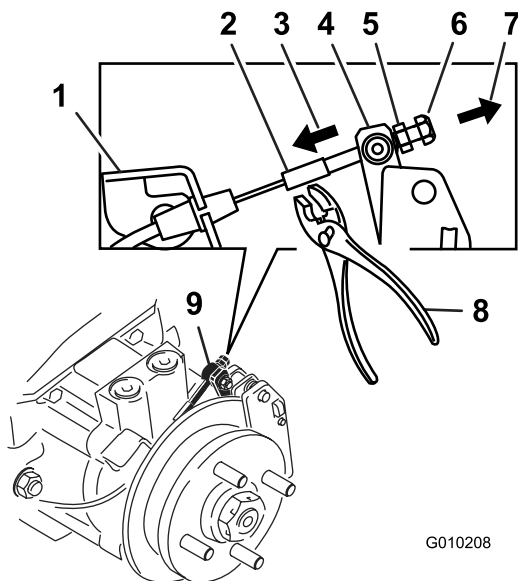

Bild 71
9. Drücken Sie den Bremsbacken-Hebelarm nur mit den Händen und Fingern, damit die Bremsbeläge den Rotor berühren, bis der Hebel stoppt (Bild 71).
10. Halten Sie den Hebel in der Stopp-Stellung und ziehen Sie gleichzeitig das Kabelgewinde mit der anderen Hand oder den Fingern straff durch den Drehzapfen. Drehen Sie die Standardmutter gegen den Drehzapfen (Bild 71).